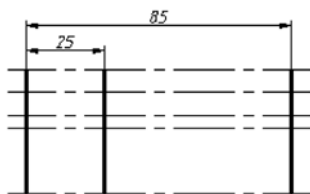

图 8-85 偏移结果
11) 创建偏移线。单击“偏移”按钮,创建如图 8-85 所示的两条偏移线,图中给出了相应的偏移距离。